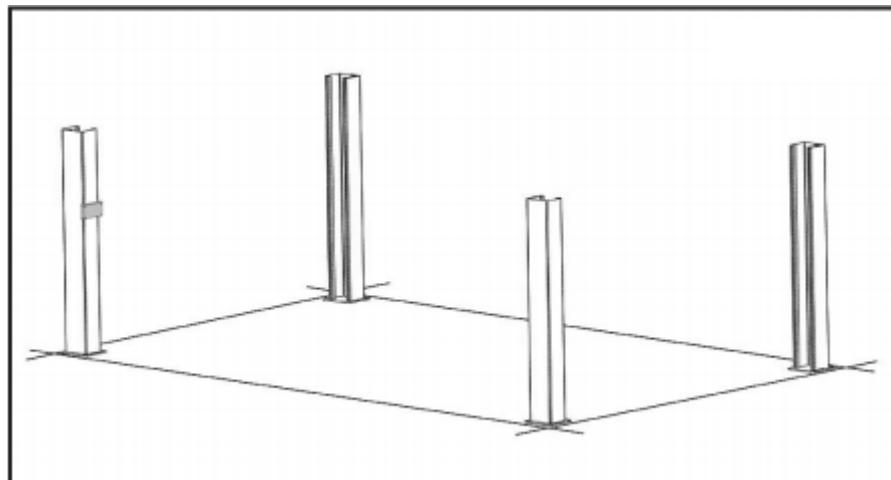

Рис. 15.1
1. Перед выполнением последующих процедур, проверьте все измерения и убедитесь, что основания стоек расположены надлежащим образом и выравнены по ранее нанесенным мелом линиям. Поднимите и опустите подъемник и убедитесь, что он работает правильно в том положении, которое определяют отметки на полу (см. рис. 15.1).